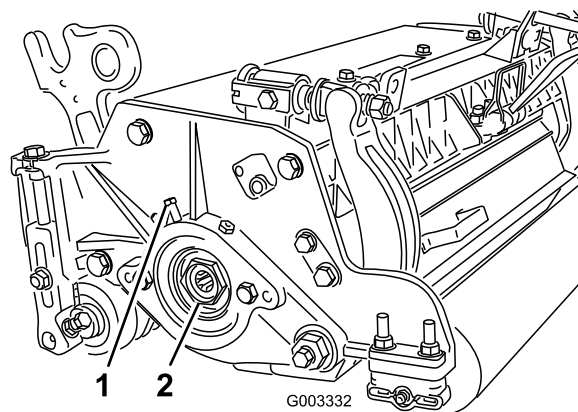

Figura 26
- A. Afloje el tornillo de fijación exterior que sujeta la tuerca de ajuste del cojinete al alojamiento del cojinete situado en el lado izquierdo de la unidad de corte (Figura 26).